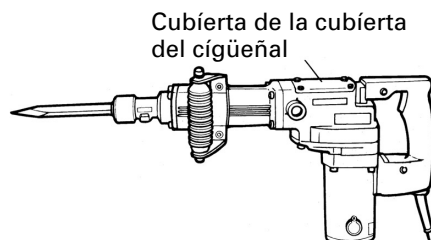

Fig. 5
(1) Quitar la cubierta del cigüeñal y limpiar la grasa interna. (Fig. 5)
(2) Aplicar 1.1 oz (30 g) de grasa para martillo eléctrico HITACHI tipo A (accesorio opcionales, contenida en tubo) en el cárter.
(3) Luego de rellenar de grasa, instalar la cubierta del cigüeñal firmemente.